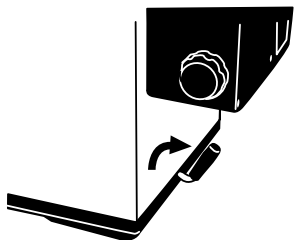

Fig.2
- Antes de llenar la cubeta, comprobar que el grifo de vaciado esté perfectamente cerado (Fig. 2).